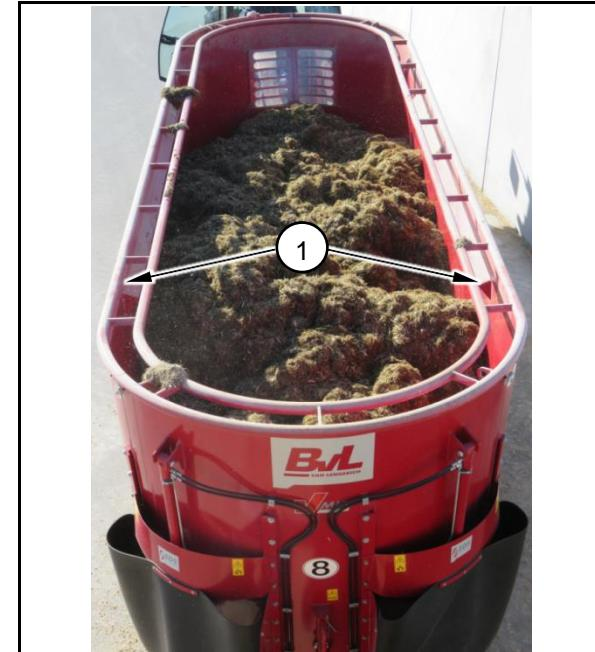

Fig. 24
- als eingeschweißter Überlaufring (1), Fig. 24 (Serienausstattung),